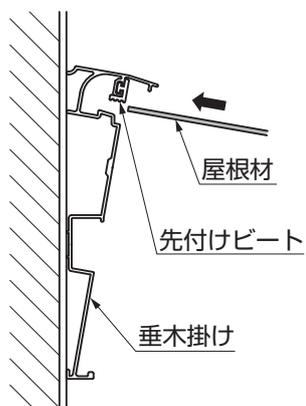

図12-2 A部詳細図
- ①屋根材受けを、垂木と垂木の間位置合わせしてください。
- ②屋根材を垂木掛けに、差込んでください。(図12-2参照)